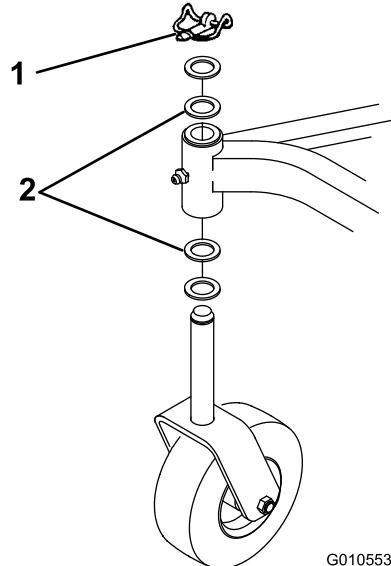

図 18
4. ピンポンチを使って、チューブの上または下からブッシュをたたき出す（図 18）。他のブッシュも、同様にしてチューブから取り外す。チューブの内部をきれいに清掃する。